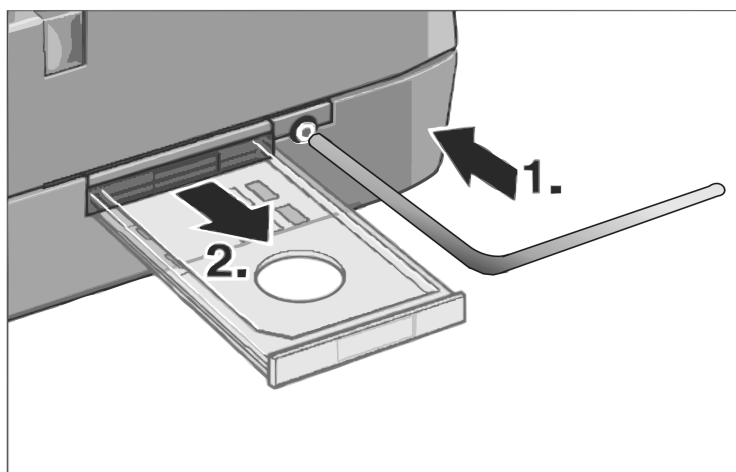

Рисунок 2 – Извлечение держателя SIM-карты.
2.2 Откройте держатель карты (см. рис. 2 и 3), приведя в действие выбрасывающий механизм (нажмите на жёлтый штырь рядом с держателем). Вставьте карту в держатель и задвиньте его обратно в корпус. Установку производить только при выключенном электропитании модуля.